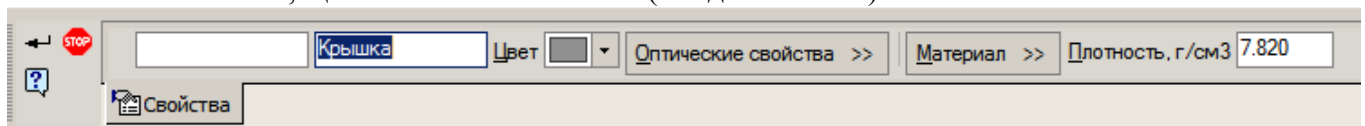

Рис. 5. Так выглядит панель свойств при настройке параметров создаваемой модели
7. В нижней части экрана появится *Панель свойств*. В поле *Наименование* вместо слова *Деталь* введите название создаваемой детали — *Крышка*. Остальные настройки оставьте по умолчанию (рис. 5). Чтобы закончить редактирование параметров детали и сохранить внесенные изменения, щелкните по кнопке  (*Создать объект*).